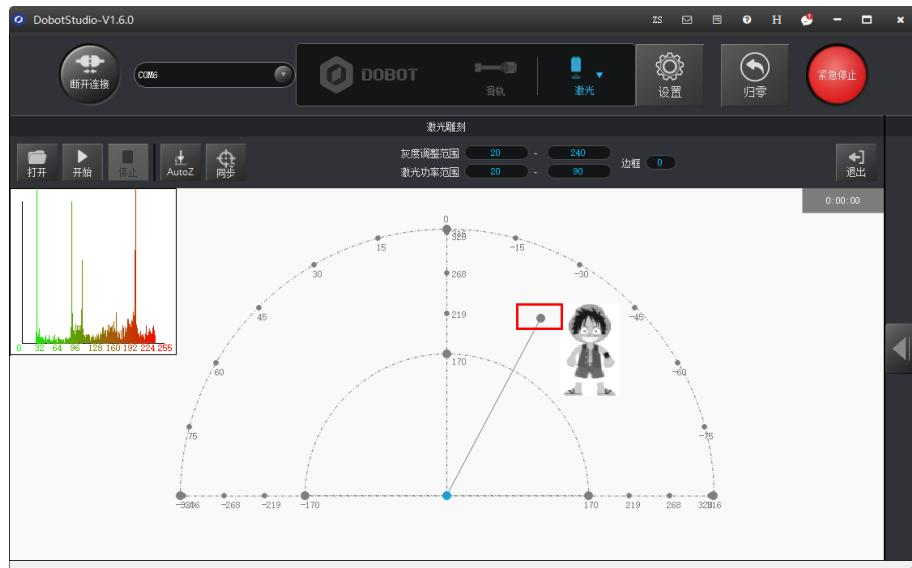

图 5.96 机械臂末端激光套件对应激光雕刻界面上的点
- 图 5.96 红框中的点为机械臂所在的位置。移动机械臂时，该点的位置也随之变化，且确保在环形区域内移动。